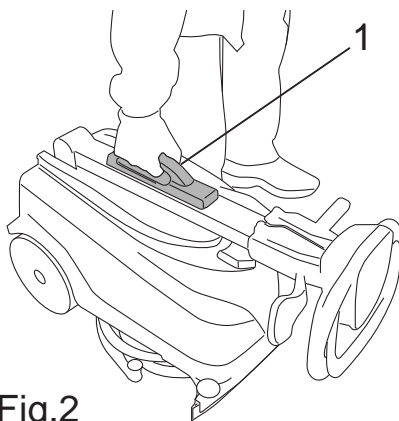

Fig.2
- Heben Sie die Maschine am Fahrgriff aus der Verpackung (Abb. 2, Pkt.1) und stellen Sie sie auf dem Boden ab.